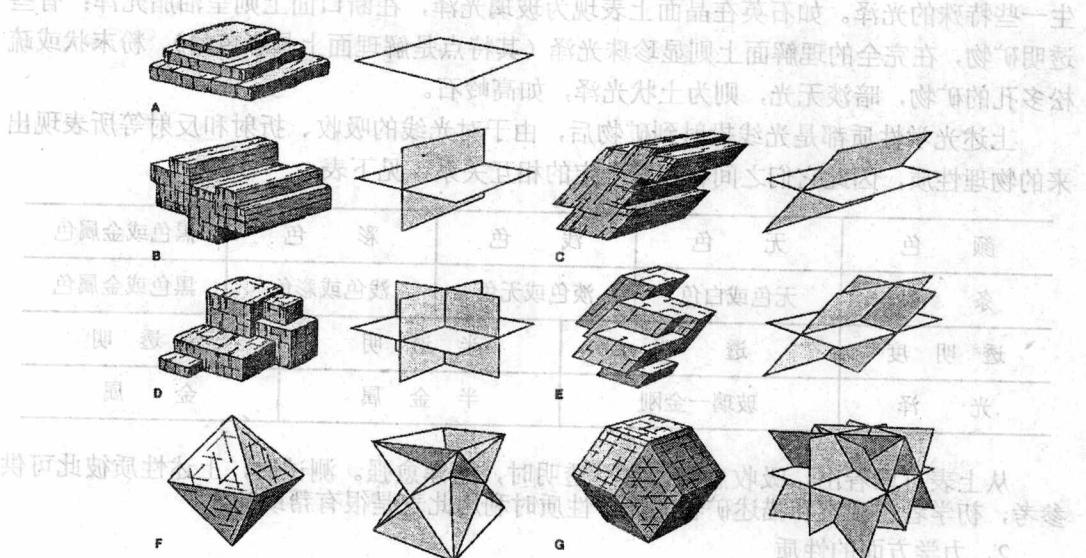

图 14 解理的组数和夹角
③解理的组数和夹角 解理是有方向性的，在晶体构造中，方向不同，质点排列的情况一般亦不同，所以解理亦可能随方向而异。在观察解理完善程度的同时，必须注意解理的方向和组数，具有两组以上解理的矿物要注意解理夹角（直交或斜交），这也是鉴定矿物的重要标志之一（图 14），在显微镜下可以通过载物台准确测量解理夹角。